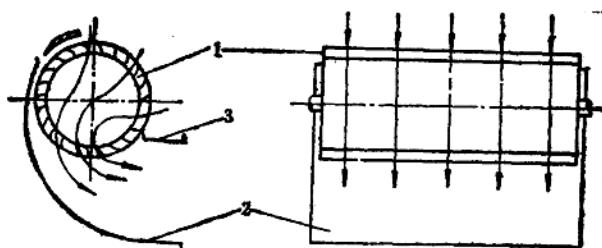

图 1-10 横流式通风机示意图
4) 横流式通风机：它有一个筒形的多叶片转子，气流沿着与转子轴线垂直的方向，从转子一侧的叶栅进入叶轮，然后穿过叶轮转子的内部，第二次通过转子另一侧的叶栅，将气流排出，如图1-10所示。